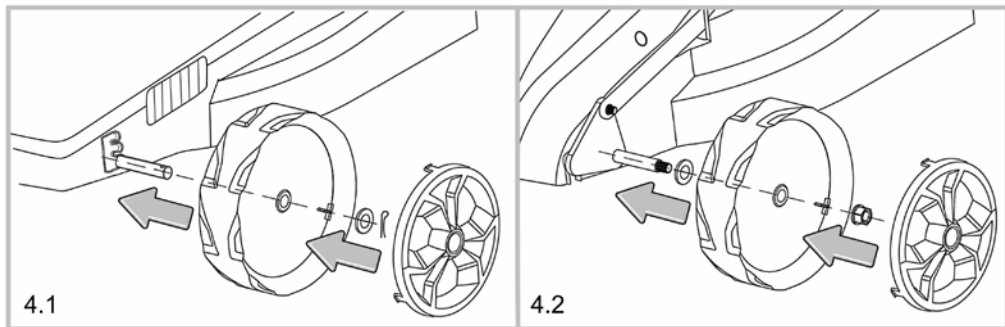

Рисунок 4
3.2 Встановлення опорних транспортувальних коліс (рисунок 4)